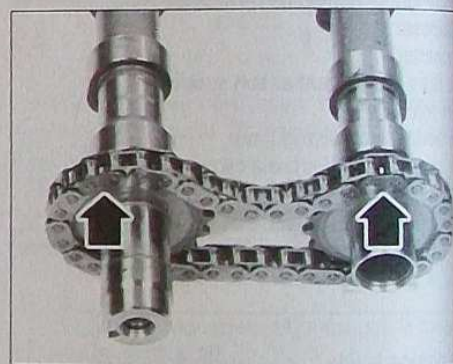

FIG. 44
- Positionner la chaîne des deux arbres à cames en respectant les deux repères sur la chaîne. Les deux maillons cuivrés sur les dents peintes en jaune des pignons d'arbres à cames (Fig. 44).